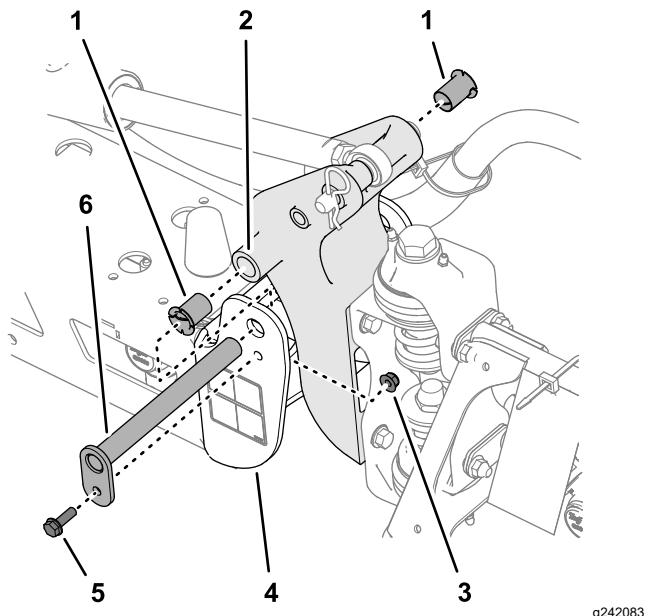

Figure 92
3. Retirez le boulon et l'écrou qui fixent l'axe de pivot, et déposez celui-ci (Figure 92).
5. Déposez et examinez les bagues en nylon à l'avant et à l'arrière du support de pivot (Figure 92).
6. Lubrifiez les bagues en nylon avec un peu d'huile et posez-les dans le support de pivot (Figure 92).
7. Alignez les trous du support de pivot et les trous du profilé d'extrémité (Figure 92).